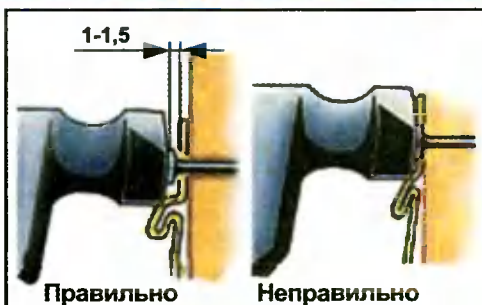

**Рис. 6.** Между шляпкой гвоздя (или шурупа) и виниловой панелью должен оставаться зазор 1–1,5 мм.
- Не крепите сайдинг слишком плотно к обрешетке или стене! Не забивайте гвозди до конца! Оставляйте зазор приблизительно 1–1,5 мм между шляпкой гвоздя (или шурупа) и виниловой панелью (рис. 6). Это необходимо для свободного расширения-сжатия и предотвращения коробления обшивки.